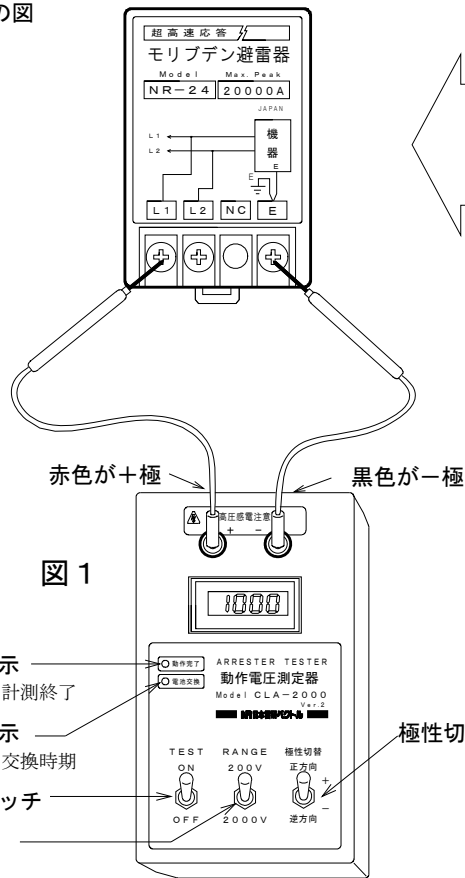

図 1
- ① チェッカーCLA-2000を図1のように接続します。
- ② 測定する端子間の動作電圧に合わせてRANGE（レンジ）を切り換えてください。
- ③ TESTスイッチをON側に投入してください。
- ④ 指示値が下表の範囲外の場合は、劣化（不良）と判定します。